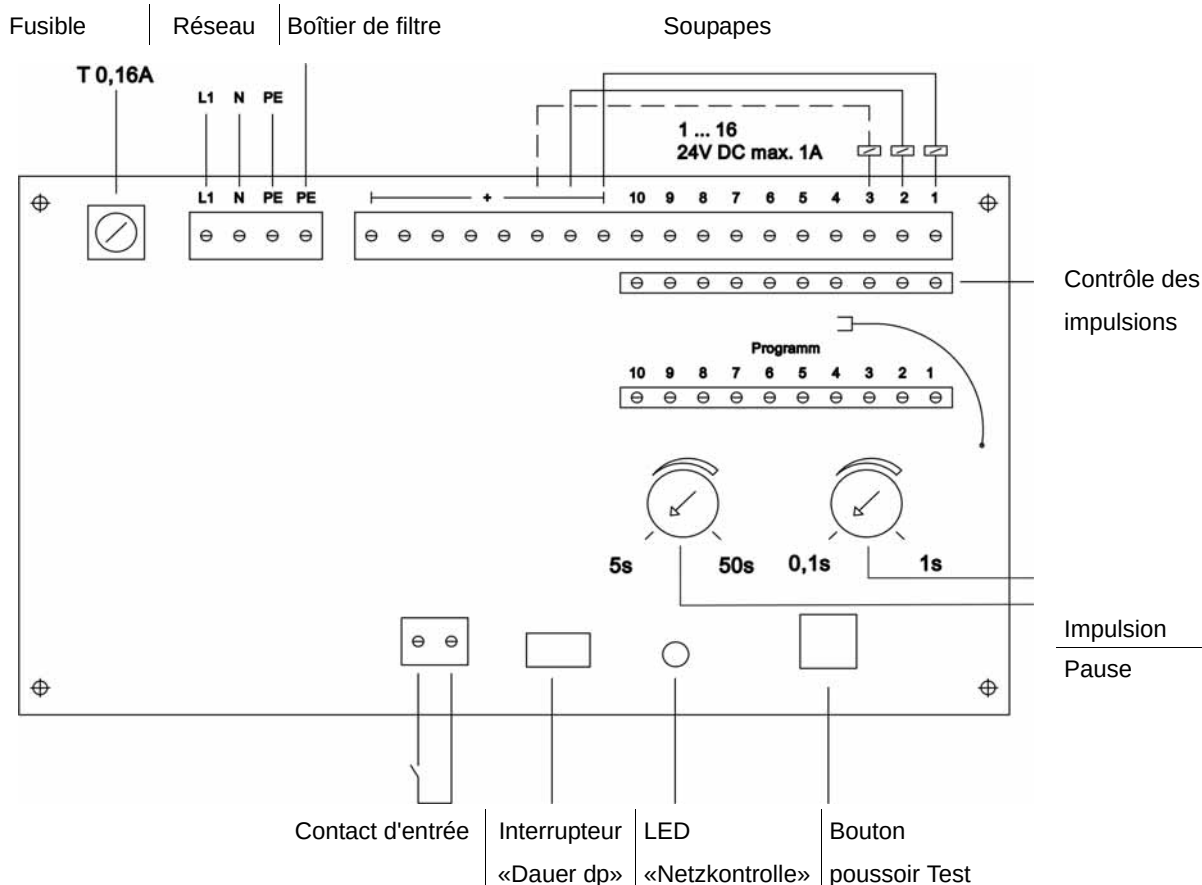

Figure 4-1 : Plan de connexion commande du filtre VS 10-1
1. Raccordez la commande selon le plan de connexion (figure 4-1 et 4-2).